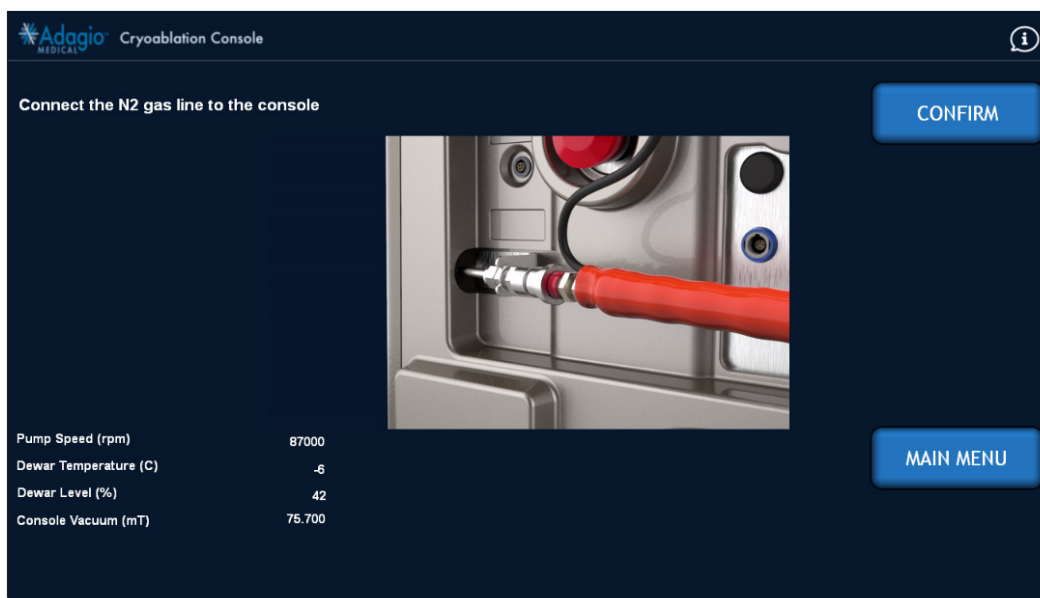
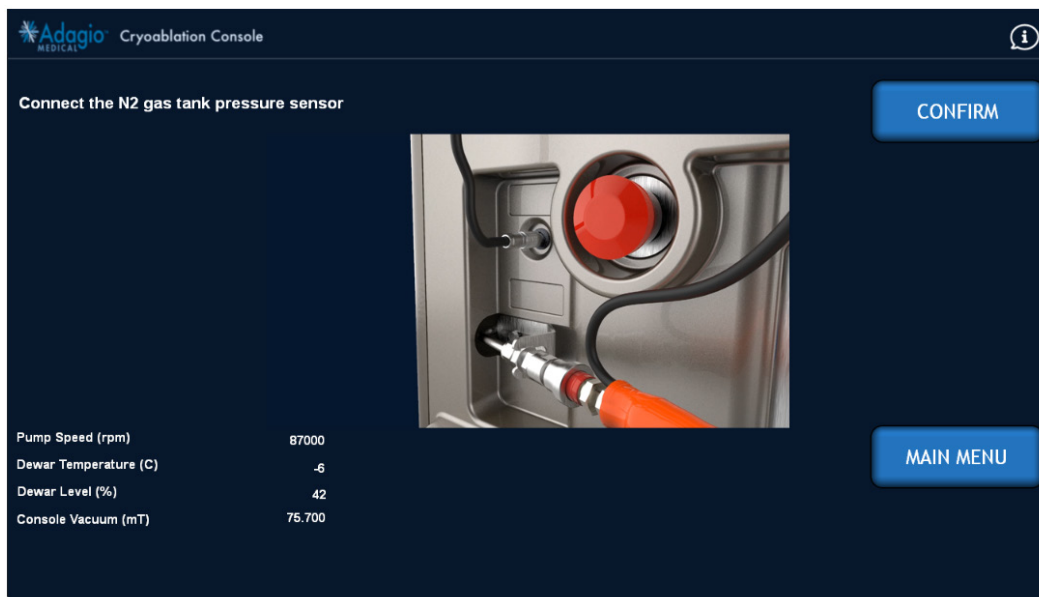

Figure 69 – Écran de branchement du tuyau d'azote gazeux à la console
Figure 70 – Écran de branchement du capteur de pression du réservoir d'azote gazeux
2. **Brancher le tuyau d'azote gazeux au dos de la console.** Comme illustré sur la *Figure 69* et sur l'animation à l'écran, brancher le tuyau d'azote gazeux sous pression à la console en l'enfichant dans la prise à connexion rapide au dos de la console. Brancher aussi le connecteur du capteur de pression du réservoir dans la prise (*Figure 69* et *Figure 70*). Sélectionner « CONFIRM » (CONFIRMER) une fois terminé.
3. **Brancher le capteur de pression du réservoir d'azote gazeux à la console** (Figure 70) et sélectionner « CONFIRM » (CONFIRMER) une fois terminé. Ne pas forcer la connexion. S'assurer que les broches sont alignées avant d'enfoncer les fiches.